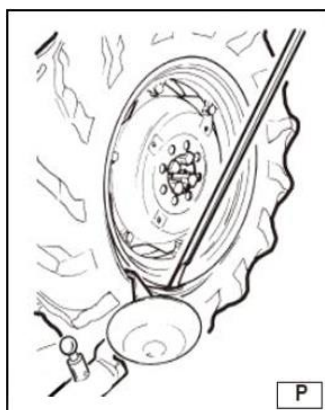

Рисунок 26
- Вставьте рычаг (см. рис. 26) между ободом и бортиком справа от съемного рычага.